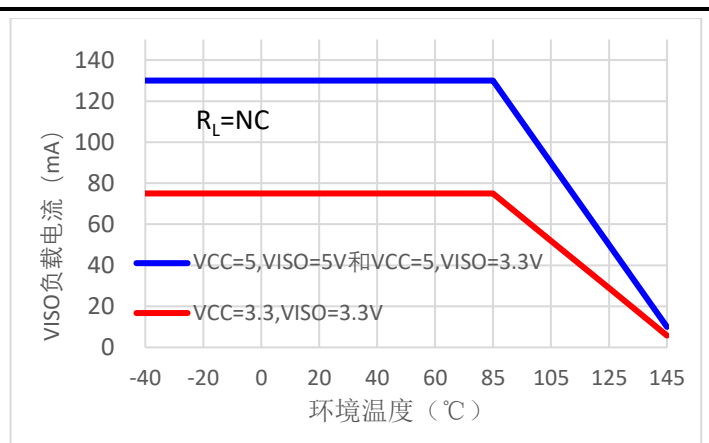
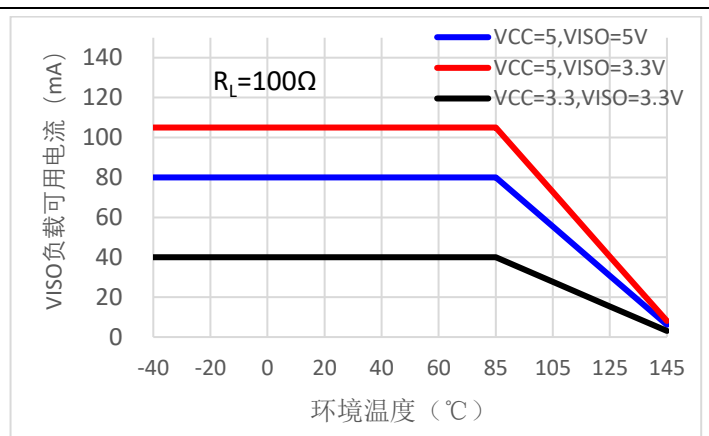

图 7.10-14
图 7.10-16
1. DE = V _{CC} ， $\overline{RE}$ = 0V，DI = 0V 或 V _{CC} ；当 T _A >85℃ 时，最大负载可用电流应适当降低，可参考图 7.10-14、图 7.10-16 和图 7.10-18；